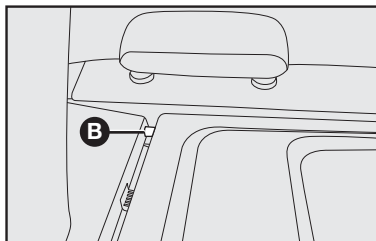

fig. 87
2) Destruar a cobertura do porta-malas dos pinos B-fig. 87 e removê-la.